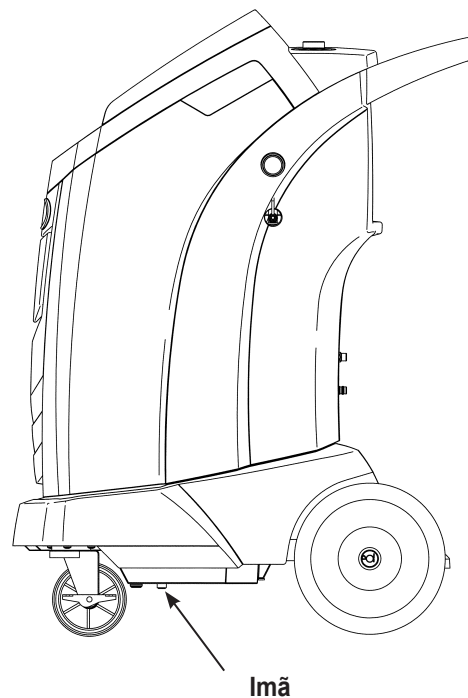

Figura 8
1. Consulte a Figura 8, e verifique se o ímã na parte inferior da máquina está limpo.